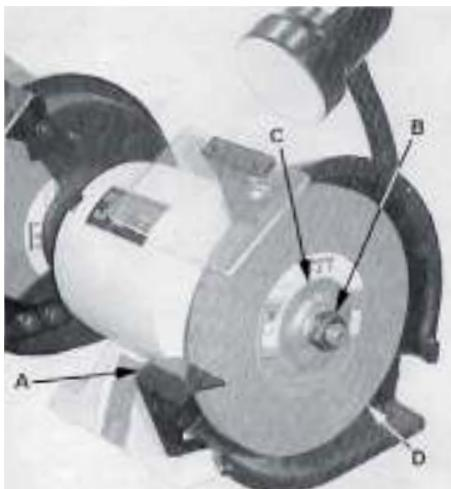

Рис. 5
- Щоб замінити колесо (див. рисунок 5):
- За допомогою 12 мм гайкового ключа послабте болти на упору для рук (див. розділ Налагодження) та зніміть наручник (A) з кола.
- Відкрутіть гайку кола (B) за допомогою 1" гайкового ключа.
- Зніміть зовнішній фланець (C) та коло (D).